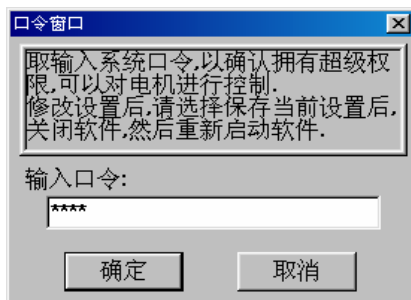

图 4-12
* 单击“清除修正值”按钮或修改电机方向，系统会弹出如图 4-12 所示的对话框。在“输入口令”编辑框中输入口令，确认后方可使新的设置生效，否则不能修改。